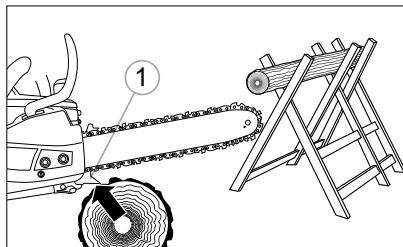

Рис. 19
При напречно рязане спирачката на зъбното колело 1 (рис. 19) трябва да се установява върху ствала, който се отрязва.
3. Поставете накрайника на иглата на спринцовката в отвора за смазване и инжектирайте смазката, докато се появи на външния ръб на зъбното колело на шината (рис. 19).